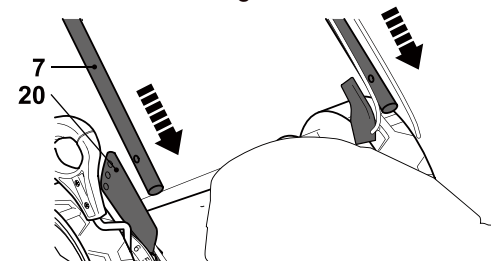

Fig. 2
4. Aligner la poignée inférieure (7) sur le support de poignée (20). S'assurer que les trous de la poignée inférieure sont alignés avec ceux du support (Fig. 2).